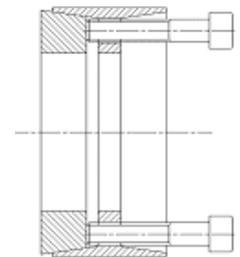

图 3
9.4 插入足够多的螺栓到拆卸孔中, 旋转直到他们接近后环。(见图 3)